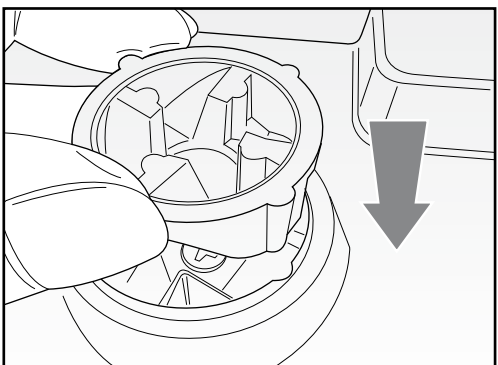

Fig. 9
- introducir la nueva junta (fig. 9);